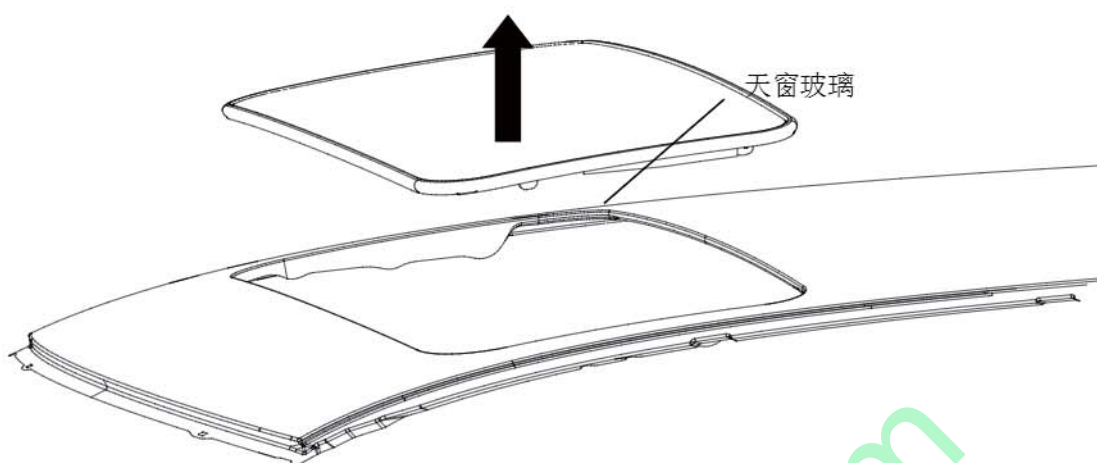

图 6-2 拆天窗玻璃
- (1) 完全关闭天窗。
- (2) 将遮阳板完全拉回。
- (3) 拆下护套，最后将螺母和垫片从凸轮安装点上拆下，见下图
- (4) 将天窗玻璃升起后拆下天窗玻璃，见下图 6-2 注意，不要损坏车体顶板
- (5) 按照与拆卸相反的顺序安装天窗玻璃。